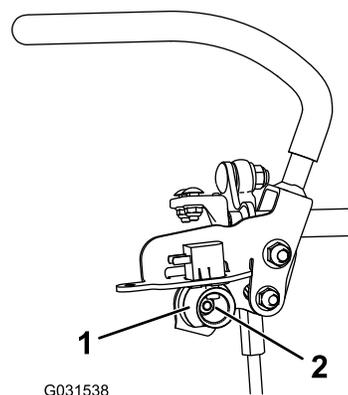

Figura 83
6. Solte a porca que fixa o excêntrico (Figura 83).